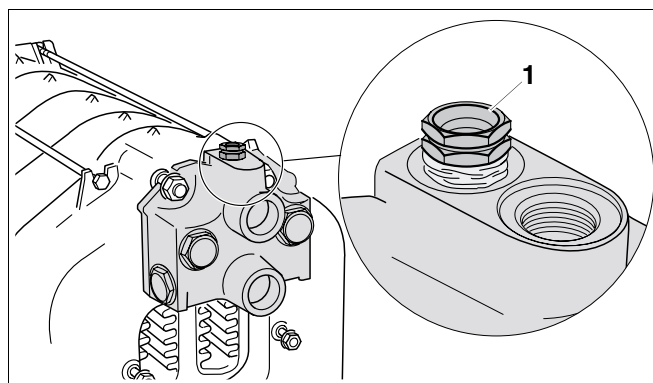

Fig. 23 Etanșarea tecii de imersie
- Astuparea racordului la tur și la retur (montarea instalației de aerisire la piesa de racord Rp $\frac{3}{4}$ (→ Fig. 23).